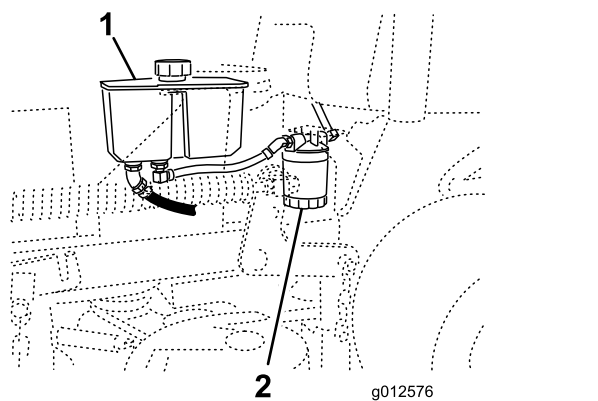

Figura 70
3. Individuate il filtro e collocate una bacinella di spurgo sotto il filtro stesso (Figura 70).